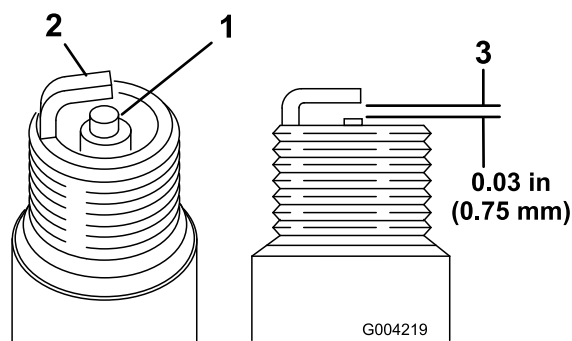

Figura 51
1. Mire la parte central de ambas bujías (Figura 51). Si se observa un color gris o marrón claro en el aislante, el motor está funcionando correctamente. Si el aislante es de color negro, significa que el limpiador de aire está sucio.
2. Compruebe la separación entre los electrodos central y lateral (Figura 51).
3. Si la distancia no es correcta, doble el electrodo lateral (Figura 51).